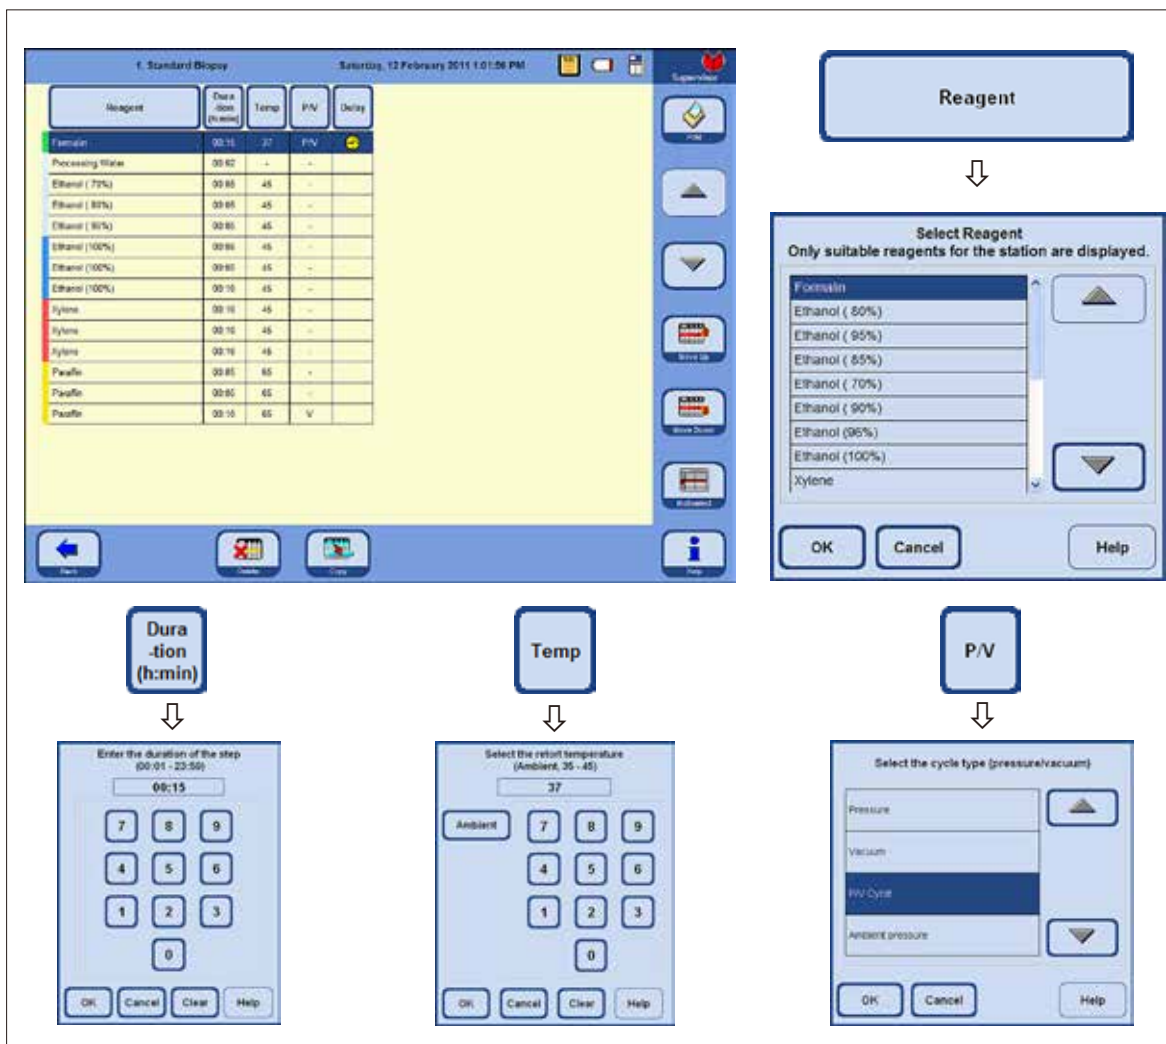

Рис. 160
- Нажмите кнопку **EDIT** (на рис. 158), откроется форма этапов программы (рис. 160).
Можно редактировать следующие свойства этапа: (рис. 160)